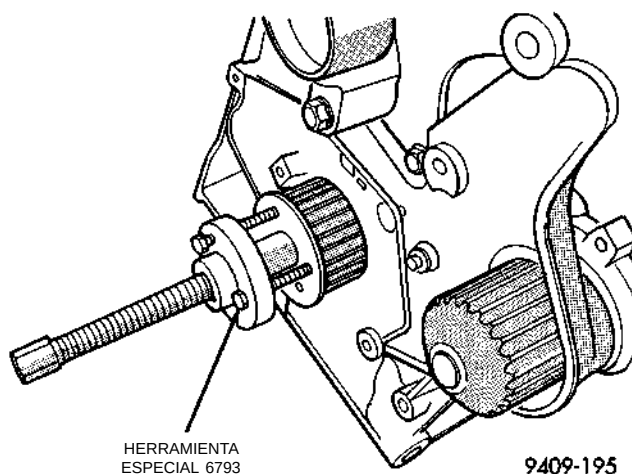
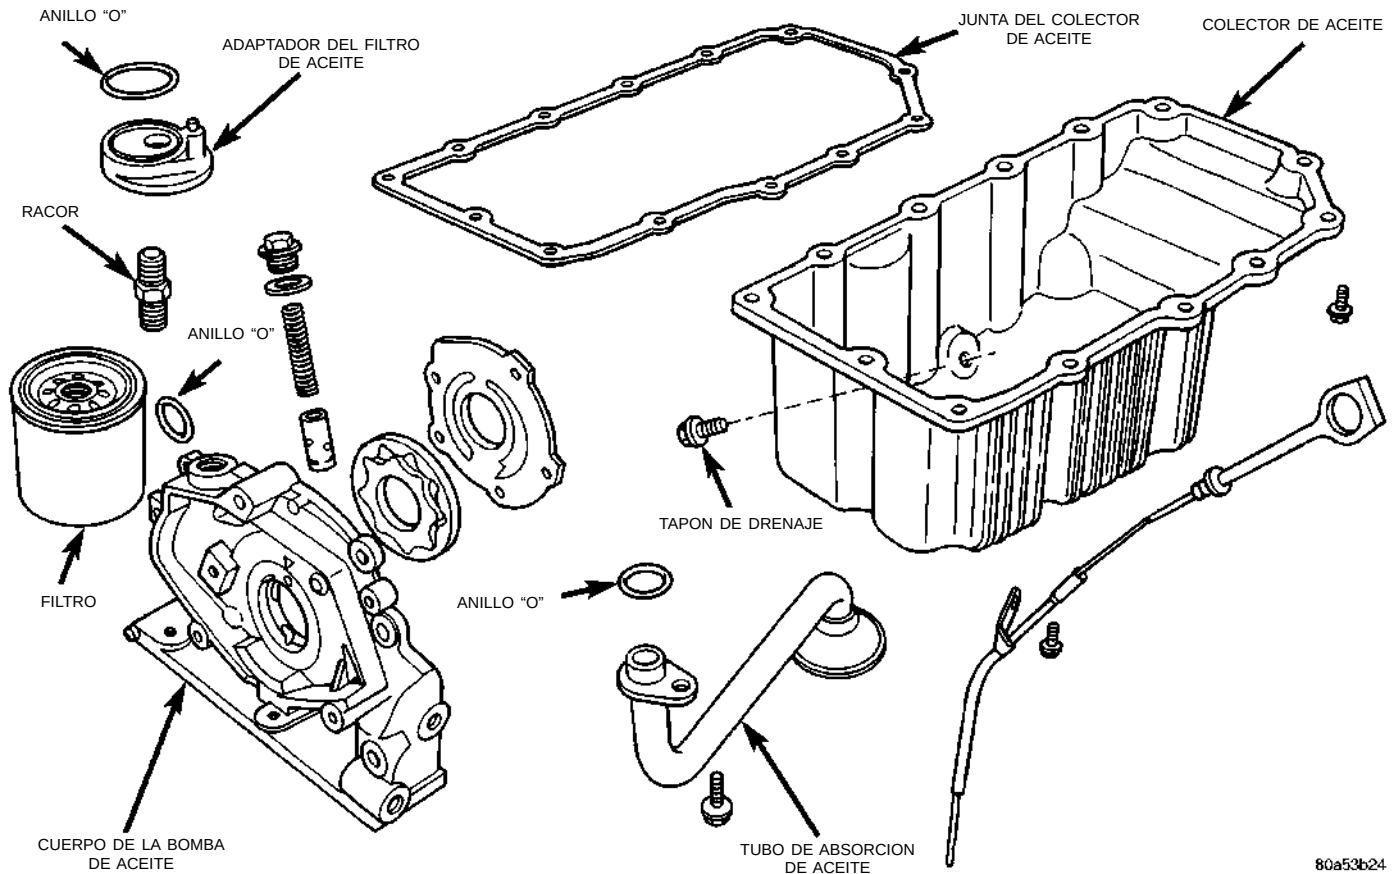

Fig. 73 Rueda dentada del cigüeñal—Desmontaje
Fig. 74 Bomba y tubo de aceite
- (1) Desconecte el cable negativo de la batería.
- (2) Retire la correa de distribución. Consulte Sistema de la correa de distribución, en esta sección.
- (3) Retire el colector de aceite. Consulte Desmontaje del colector de aceite en esta sección.
- (4) Retire la rueda dentada del cigüeñal con la Herramienta especial 6793 y el encastre C4685-C2 (Fig. 73).
- (5) Retire el tubo de absorción de aceite.
- (6) Retire la bomba de aceite (Fig. 74) y la junta delantera del cigüeñal.